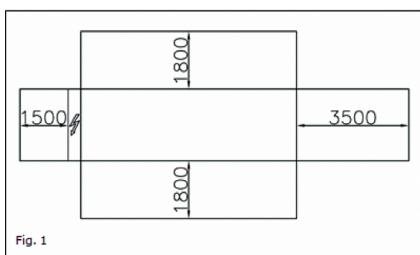

Fig. 1
**Требования по размещению** Блоки охлаждаются воздухом, поэтому важно соблюдать минимальные расстояния, которые обеспечивают наилучшую вентиляцию змеевиков конденсаторов. Пространственные ограничения, снижающие поток воздуха, могут привести к значительному снижению охлаждающей способности и повышению потребления электроэнергии. При определении места для блока нужно обеспечить достаточный воздушный поток через поверхность передачи тепла конденсатора. Для наилучшего функционирования агрегата необходимо избегать: рециркуляции теплого воздуха и ограничения воздушного потока через теплообменник. Оба эти условия приводят к увеличению давлений конденсации, которые уменьшают эффективность работы блока и его мощность. Более того, уникальный микропроцессор компании способен определять параметры среды работы охладителя и оптимальную нагрузку в случае нестандартных условий. После установки каждая из сторон блока должна быть доступна для периодического обслуживания. На рис. 1 показаны минимальные рекомендуемые расстояния. Выход воздуха конденсатора по вертикали должен быть беспрепятственным, в противном случае, мощность и эффективность блока значительно снизятся.